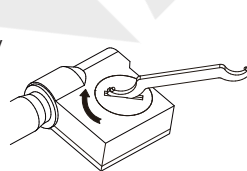

Abb.3
---Setzen Sie die Batterieabdeckung wieder ein und drehen Sie sie im Uhrzeigersinn, um sie zu befestigen (Abb. 3).